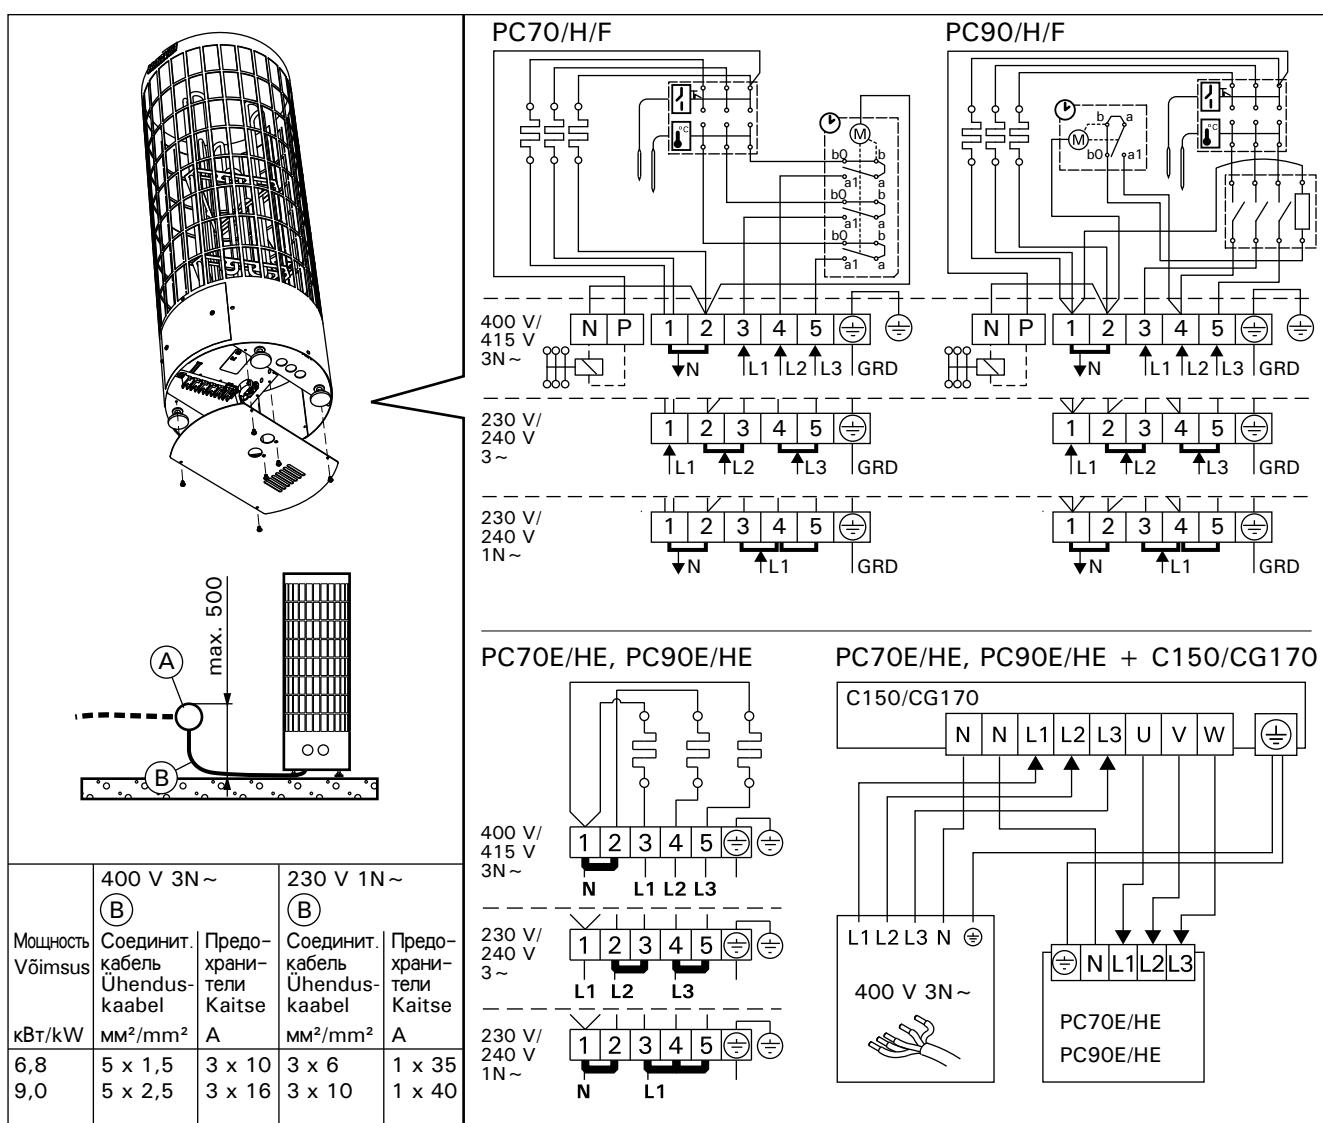

Рисунок 7. Электромонтаж
- Каменка гибким проводом подсоединяется к соединительной коробке (рис. 7: A) на стене сауны. Соединительная коробка должна быть брызгозащищенной и находиться на расстоянии не более 500 мм от пола.
- В качестве кабеля (рис. 7: B) следует использовать резиновый кабель типа HO7RN-F или подобный.
- Кроме клемм питания каменки PC-/H-/F оснащены также клеммой (P), которая делает возможным управление электрическим нагревом (рис. 7). Управляющее напряжение передается от каменки, когда она включена. Кабель управления электронагревом подводят прямо к соединительной коробке каменки и дальше с помощью резинового кабеля, равного по сечению соединительному кабелю, к клеммнику.